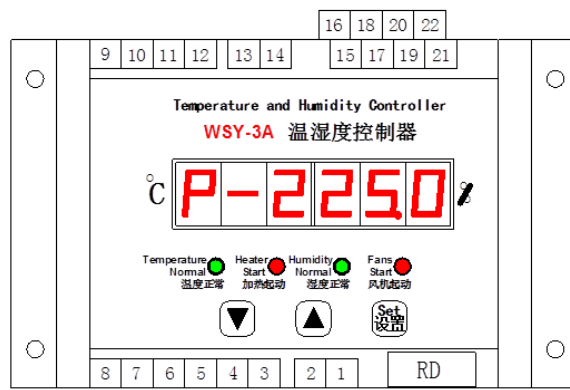

图2
- 继续按下设置键，左侧三位数码管闪烁显示P-2，表示是温度上限设置值，右侧三位数码管为数值位，通过“∧”、“∨”进行设置（见图2），设置范围0-99。